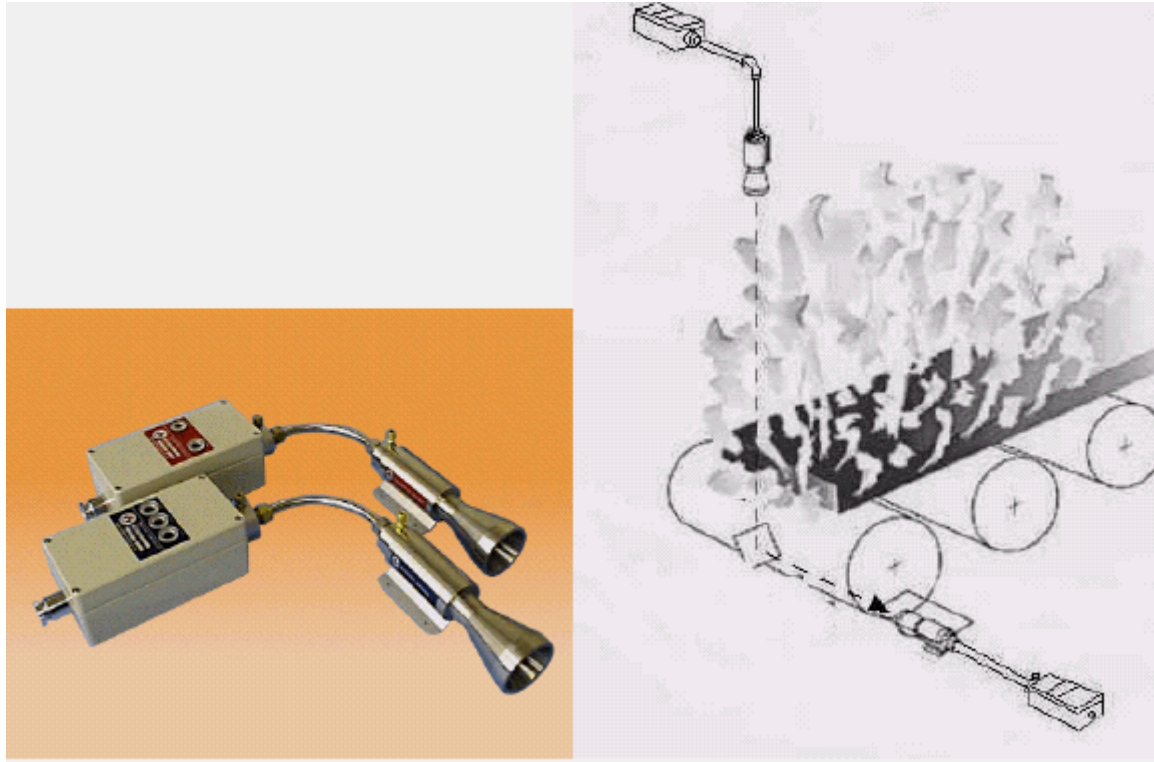

图 4：WADECO Micro-Gunn MWS-FT/FR-2 “热钢带”探测传感器
- 作为两个元件时，变送器和接收器是独立的模块。在这种情况下，模块通常是相对放置并且在目标将“波束”打断时输出一个信号。这种 WADECO 传感器的典型代表是 MWS-CT/CR-1（图 3）和 Micro-Gunn MWS-FT/FR-2（图 4）。